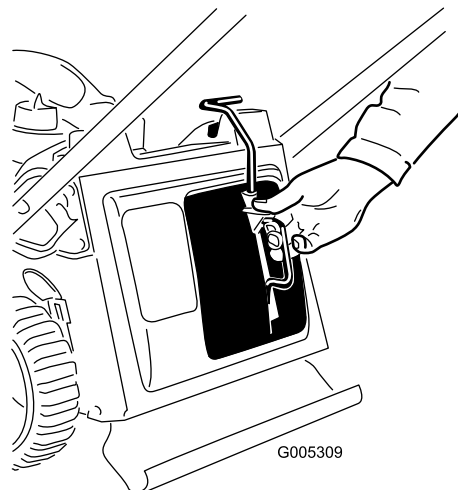
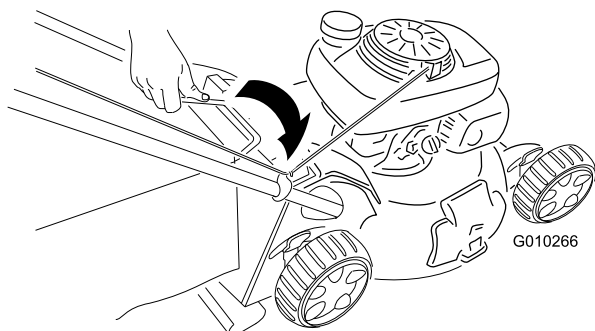

Figura 19
Figura 20
1. Installate il tappo mulching (Figura 19) o il cesto di raccolta (Figura 20) sulla macchina.